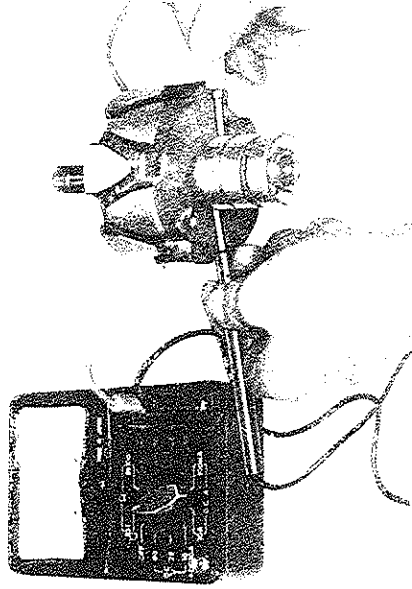

Fig. 10-8
- Comprobar el aislamiento a masa entre un anillo rozante, y el colector o el eje. Según indica la (Fig. 10-8), verificar con un ohmímetro en la bobina del rotor esta en mal estado, y por tanto derivado a masa, por lo que habrá que cambiar el rotor.